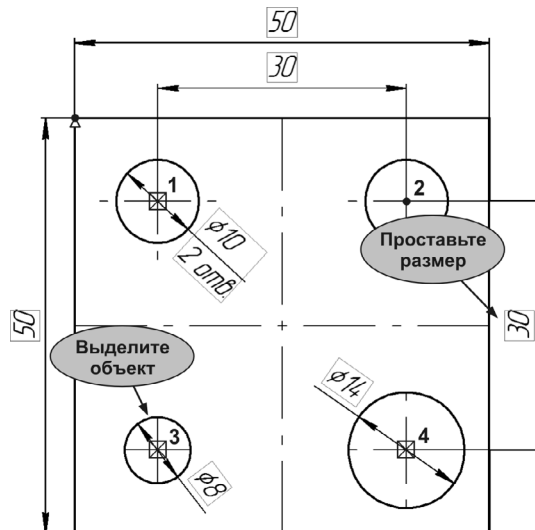

Рис. 62.29.
9. Проставьте вертикальный линейный размер 30 мм (рис. 62.29), проверьте связи и ограничения нижней левой окружности.